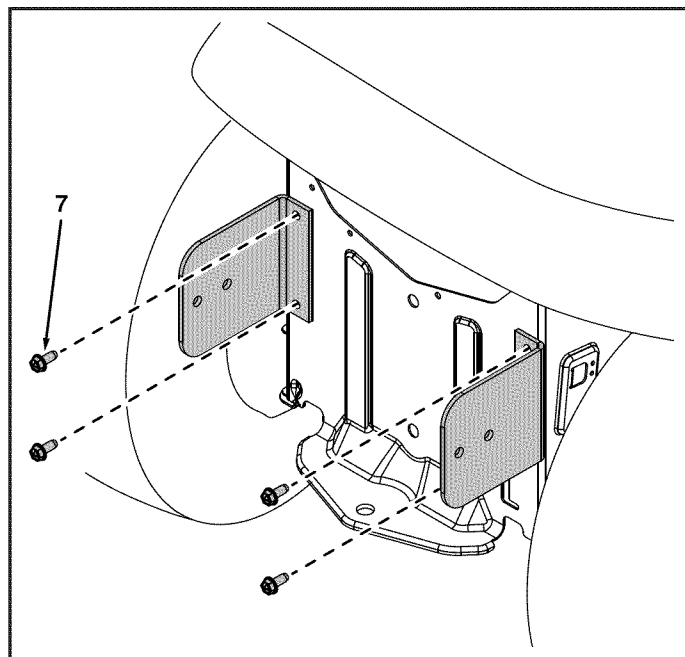

FIGURE 6
1. Fixez les deux bras du support (2b) à la barre d'attelage à l'aide de quatre boulons hexagonaux de 5/16 x 3/4 po. Voir la figure 6.